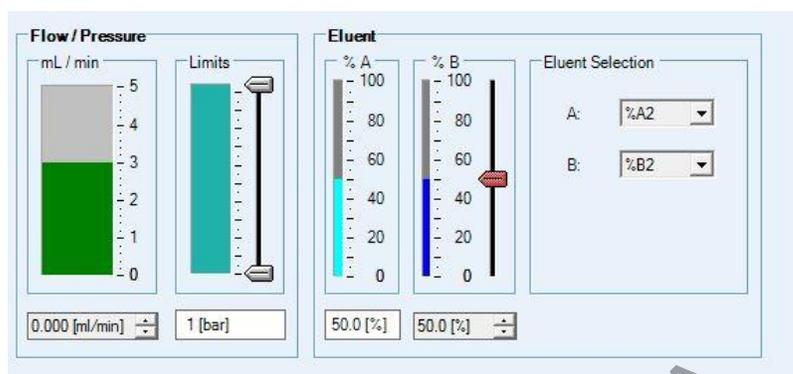

Figura 18 Pantalla de selección de flujos, canales y proporciones de la bomba Vanquish
- 7.7.7** En la pantalla de selección de flujos y canales (ver figura 18) seleccione los canales A1 y B1.
- 7.7.12** Vaya luego a "Pump Module" en "Flow/Pressure seleccione los canales y porcentajes de eluentes indicados en el cuadro siguiente. Ver Figura 18
**7.9.14** Vaya al software SII que controla el LC y programe el flujo y la composición de la fase móvil escogida para el método en desarrollo. Ver figura 18. Espere a que el flujo y la presión se estabilicen.